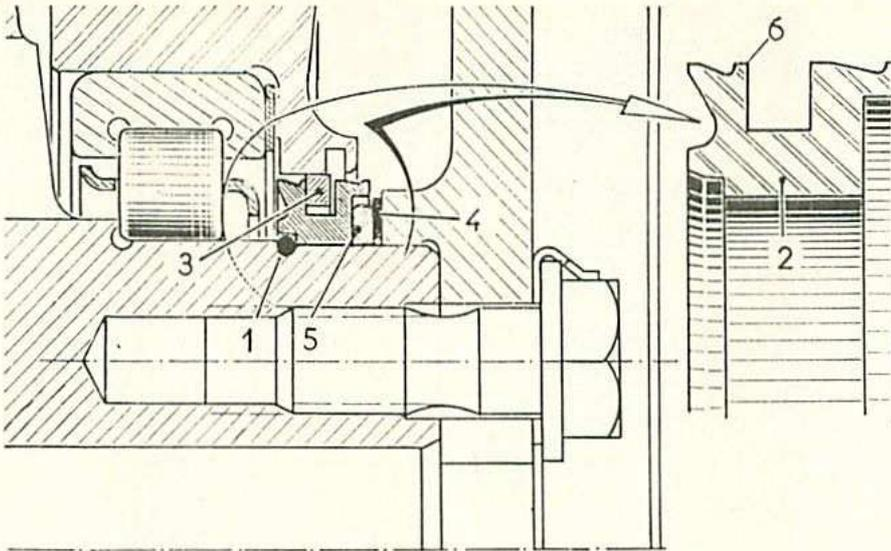

Fig. 5. — Vue en coupe de l'avant du moteur.
- Positionner le jonc (1) (fig. 5) dans la gorge prévue à cet effet sur le vilebrequin, poser la bague d'étanchéité (voir plus loin).
- Déposer la rondelle de calage (4) (fig. 5 et 6) et le joint en caoutchouc (5).
- A l'aide de deux tournevis, accrocher la bague porte-segment (2), par l'intérieur, et la dégager.
S'assurer également que la bague porte-segment ne porte aucune trace de coup sur les arêtes de la gorge (en 6) (fig. 5), de même que sur les arêtes extrêmes de l'alésage et sur la face d'appui du jonc.